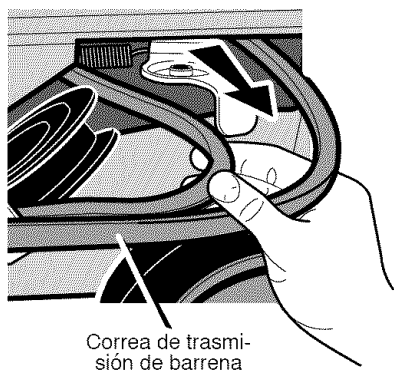

Figura 20
6. Saque la **correa de propulsión de la barrena** de la polea del motor y deslícela por el lado del la caja del motor (vea la Figura 20).